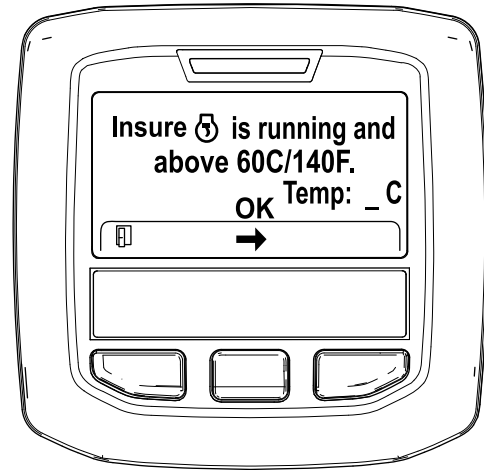

Рисунок 40
5. Если температура охлаждающей жидкости ниже 60 °C (140 °F), появится сообщение "Insure is running and above 60C/140F" («Убедитесь в том, что двигатель работает и температура выше 60 °C / 140 °F»). (Рисунок 40).